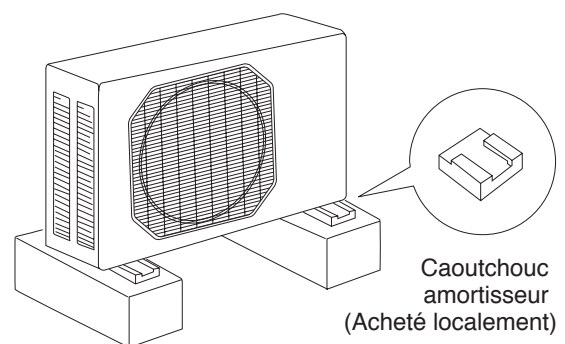

Fig. 5d
- Installez des caoutchoucs amortisseurs sous les pieds de l'appareil pour réduire les vibrations et le bruit. (Fig. 5d)